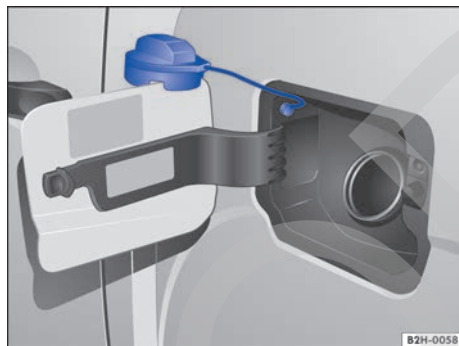

Fig. 135 En el lado izquierdo del vehículo: tapa abierta del tanque de combustible y tapón del mismo.
- Desenrosque el tapón del tanque en el sentido contrario al de las agujas del reloj y encájelo en el orificio previsto en la tapa → **fig. 135**.
El tipo de combustible que utiliza el vehículo figura en el adhesivo situado en la cara interior de la tapa del tanque de combustible → **fig. 135**.